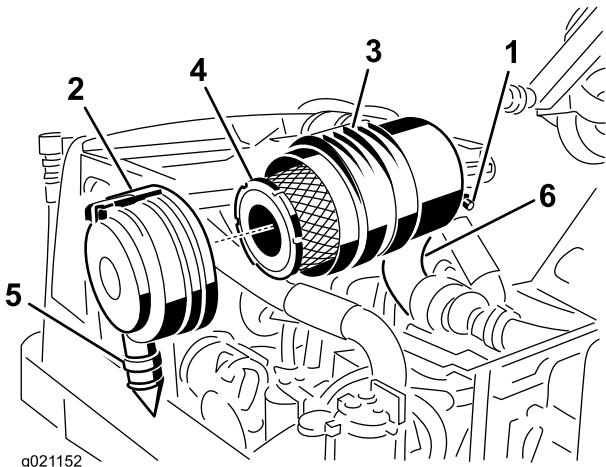
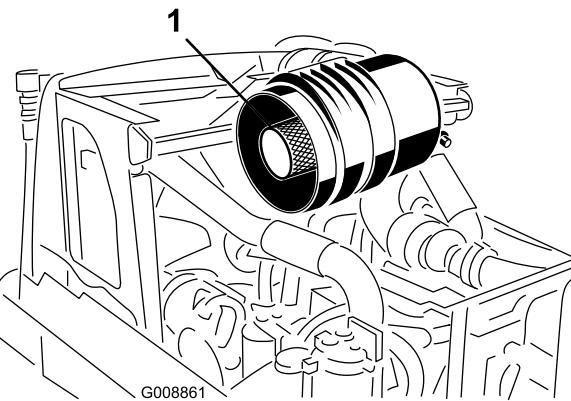

Figura 59
Figura 60
1. Tire hacia fuera del enganche y gire la tapa del limpiador de aire en el sentido contrario a las agujas del reloj (Figura 59).
2. Retire el filtro primario (Figura 59). No se recomienda limpiar el elemento usado debido a la posibilidad de causar daños al medio filtrante. Asegúrese de que el filtro nuevo no ha sido dañado durante el transporte, comprobando el extremo sellante del filtro y la carcasa. No utilice el elemento si está dañado. **No retire el filtro de seguridad** (Figura 60).
Importante: No intente nunca limpiar el filtro de seguridad (Figura 60). Sustituya el filtro de seguridad por uno nuevo después de cada tres lavados del filtro primario.
3. Cambie el filtro primario (Figura 59).
6. Instale la tapa orientando la válvula de salida de goma (Figura 59) hacia abajo – aproximadamente entre las 5:00 y las 7:00, visto desde el extremo. Cierre el enganche.